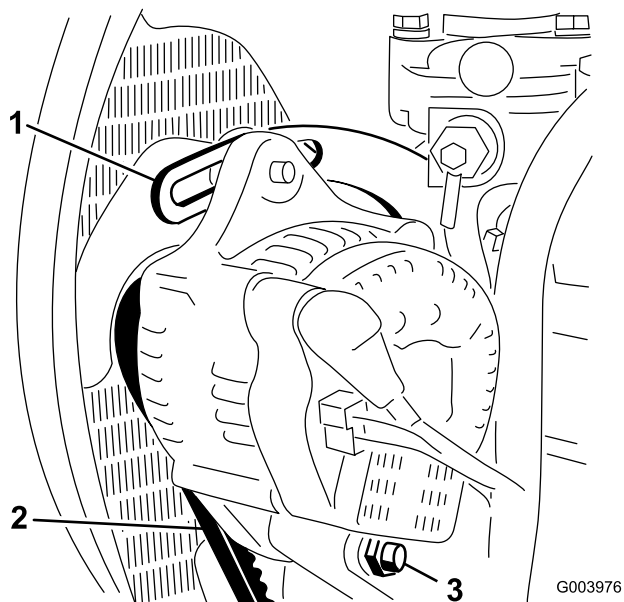

Figura 77
2. Compruebe la tensión de la correa del alternador flexionándola (Figura 77) en el punto intermedio entre las poleas del alternador y del cigüeñal con una fuerza de 10 kg (22 libras).
3. Afloje el perno que fija el tirante al motor (Figura 77), el perno que fija el alternador al tirante y el perno de pivote.